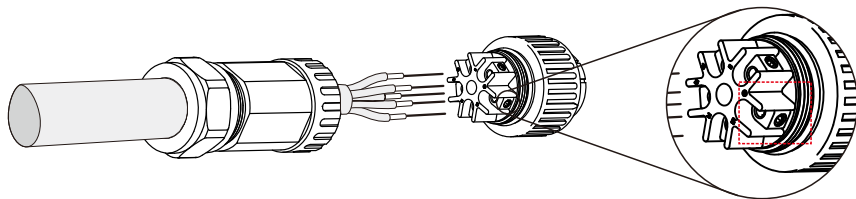

Abbildung 5.22 Angeschlossenes Kabel
A) Die Isolierhülle des Kabels 70 mm abisolieren, so dass der entblößte Stecker mit Kupferkern 9 mm erreicht. Kabel durch Mutter und Hülse des Buchsenelements führen, entsprechende Klemmen einsetzen und mit Inbusschlüssel festziehen (siehe Abbildung 5.22). Das Drehmoment beträgt 1,8–2,0 Nm.
Ziehen Sie das Kabel mit einem 3,0-mm-Inbusschlüssel fest (Fokus in der gepunkteten Box, siehe Abbildung 5.22). Die Inbusschraube lässt sich leicht abnehmen, nicht vollständig heraus-schrauben.